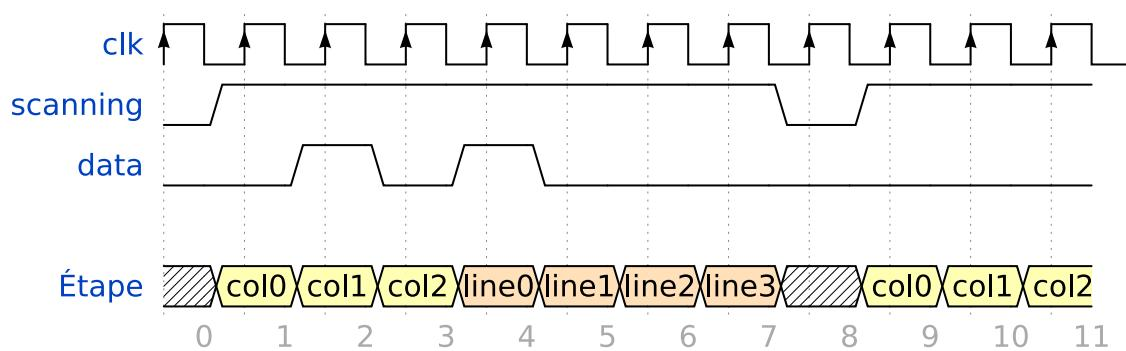

Figure 5 – Touche 2
- Si on appuie sur la touche 2 (colonne 1, ligne 0), on obtiendra le chronogramme de la figure 5.